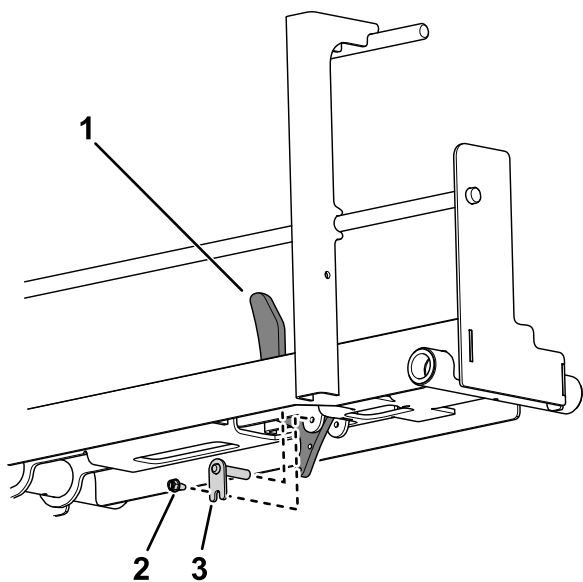

Figura 12
4. Utilice un pasador indicador y un tornillo de cabeza hexagonal para fijar el tope de la rueda en el conjunto de la rampa (Figura 12).